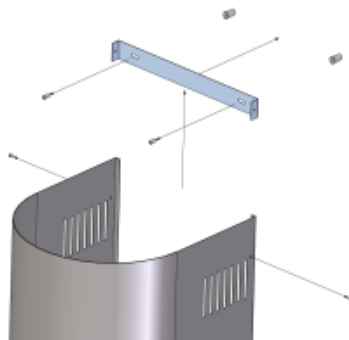

Рис. 5
6. Выдвиньте верхний короб (3) и соедините с помощью шурупов (7) с кронштейном (4) (рис. 5).